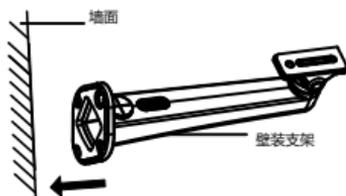
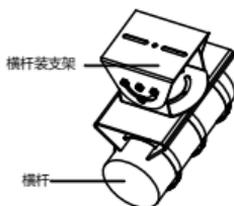
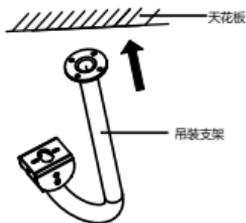

图2-32 固定壁装支架
图2-33 固定横杆装支架
图2-34 固定吊装支架
7. **固定支架**：本系列网络摄像机支持壁装支架、横杆装支架和吊装支架安装。若使用壁装支架，固定到墙面上如图 2-32 所示；若使用横杆装支架，固定到横杆上如图 2-33 所示；若使用吊装支架，固定到天花板上如图 2-34 所示。